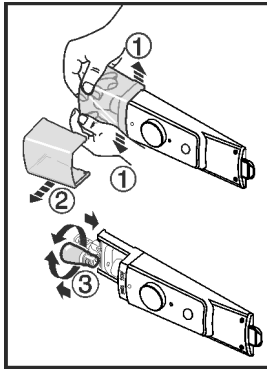

Fig. 11
- ▶ Kryt lampy podľa obrázka, vo vnútri, v prednej oblasti rozotlačte Fig. 11 (1) a kryt stiahnite nabok Fig. 11 (2).
- ▶ Vymeňte žiarovku. Fig. 11 (3)